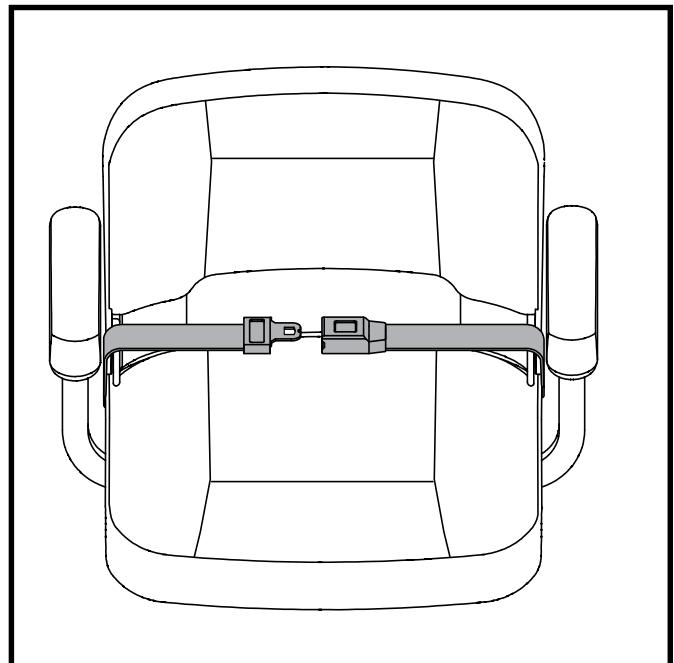

Abb. 17. Rückhaltegurte - Rückhaltegurt mit Schloss
1. Schloßzunge in das Schloßteil stecken, bis der Schnellverschluß hörbar einrastet. Siehe Abb. 17.